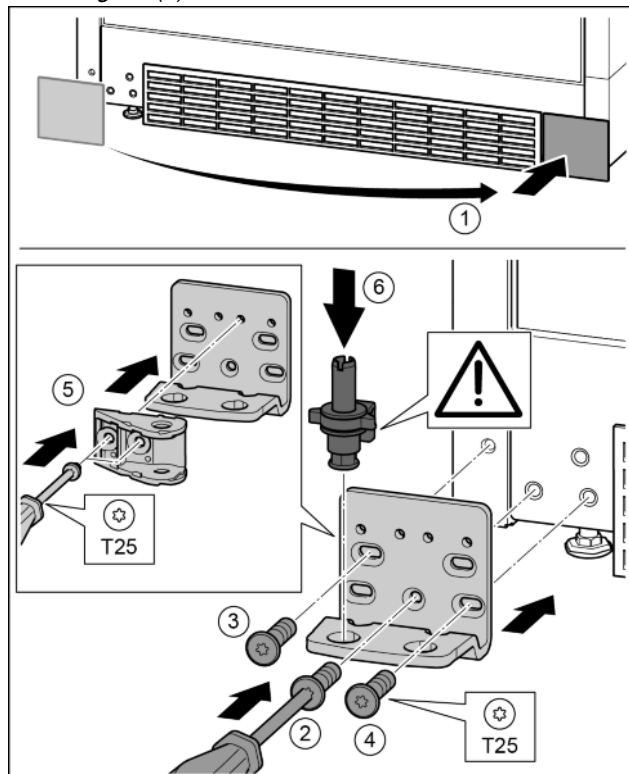

Fig. 35
- Noņemiet pārsegu un piestipriniet otrajā pusē. Fig. 35 (1)
- Pielieciet gultņa balstu otrajā pusē un pieskrūvējiet ar skrūvgriezi T25. Sāciet apakšā pa vidu ar skrūvi 2. Fig. 35 (2)
- Pieskrūvējiet skrūvi 3 un 4. Fig. 35 (3, 4)
- ▶ Aizvēršanas amortizatora savienojumu pagriežiet par 180°. Gultņa balsta otrā pusē pieskrūvējiet ar skrūvgriezi T25. *Fig. 35 (5)*
- ▶ Pilnīgi ievietojiet gultņa tapu. Uzmaniet, lai aiztura izcilnis būtu vērsts virzienā uz aizmuguri. *Fig. 35 (6)*